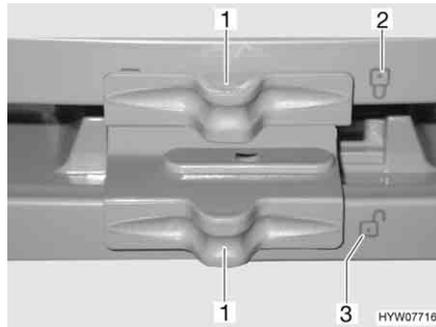

Fig. 190 Bloccaggio della porta del frigorifero/del vano congelatore (serie Dometic 7 con vano congelatore separato)
- Spingere il bloccaggio (Fig. 190,1) di lato in modo che la serratura aperta "🔓" (Fig. 190,3) sia visibile.
- Spingere il bloccaggio (Fig. 190,1) di lato in modo che la serratura aperta "🔓" (Fig. 190,2) sia visibile.